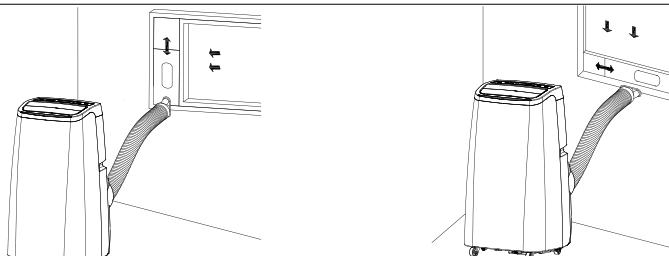

Fig. 6
- Sett den flate enden (16) av utløpsrøret for varmluft inn i vinduslista (fig. 6)